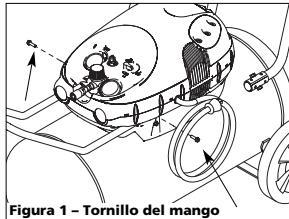

Figura 1 - Tornillo del mango
2. Introduzca el mango en la cubierta y en la platiná de base como indicado en la Figura 1. El mango tiene que ajustarse en los orificios especiales de la platiná de base.